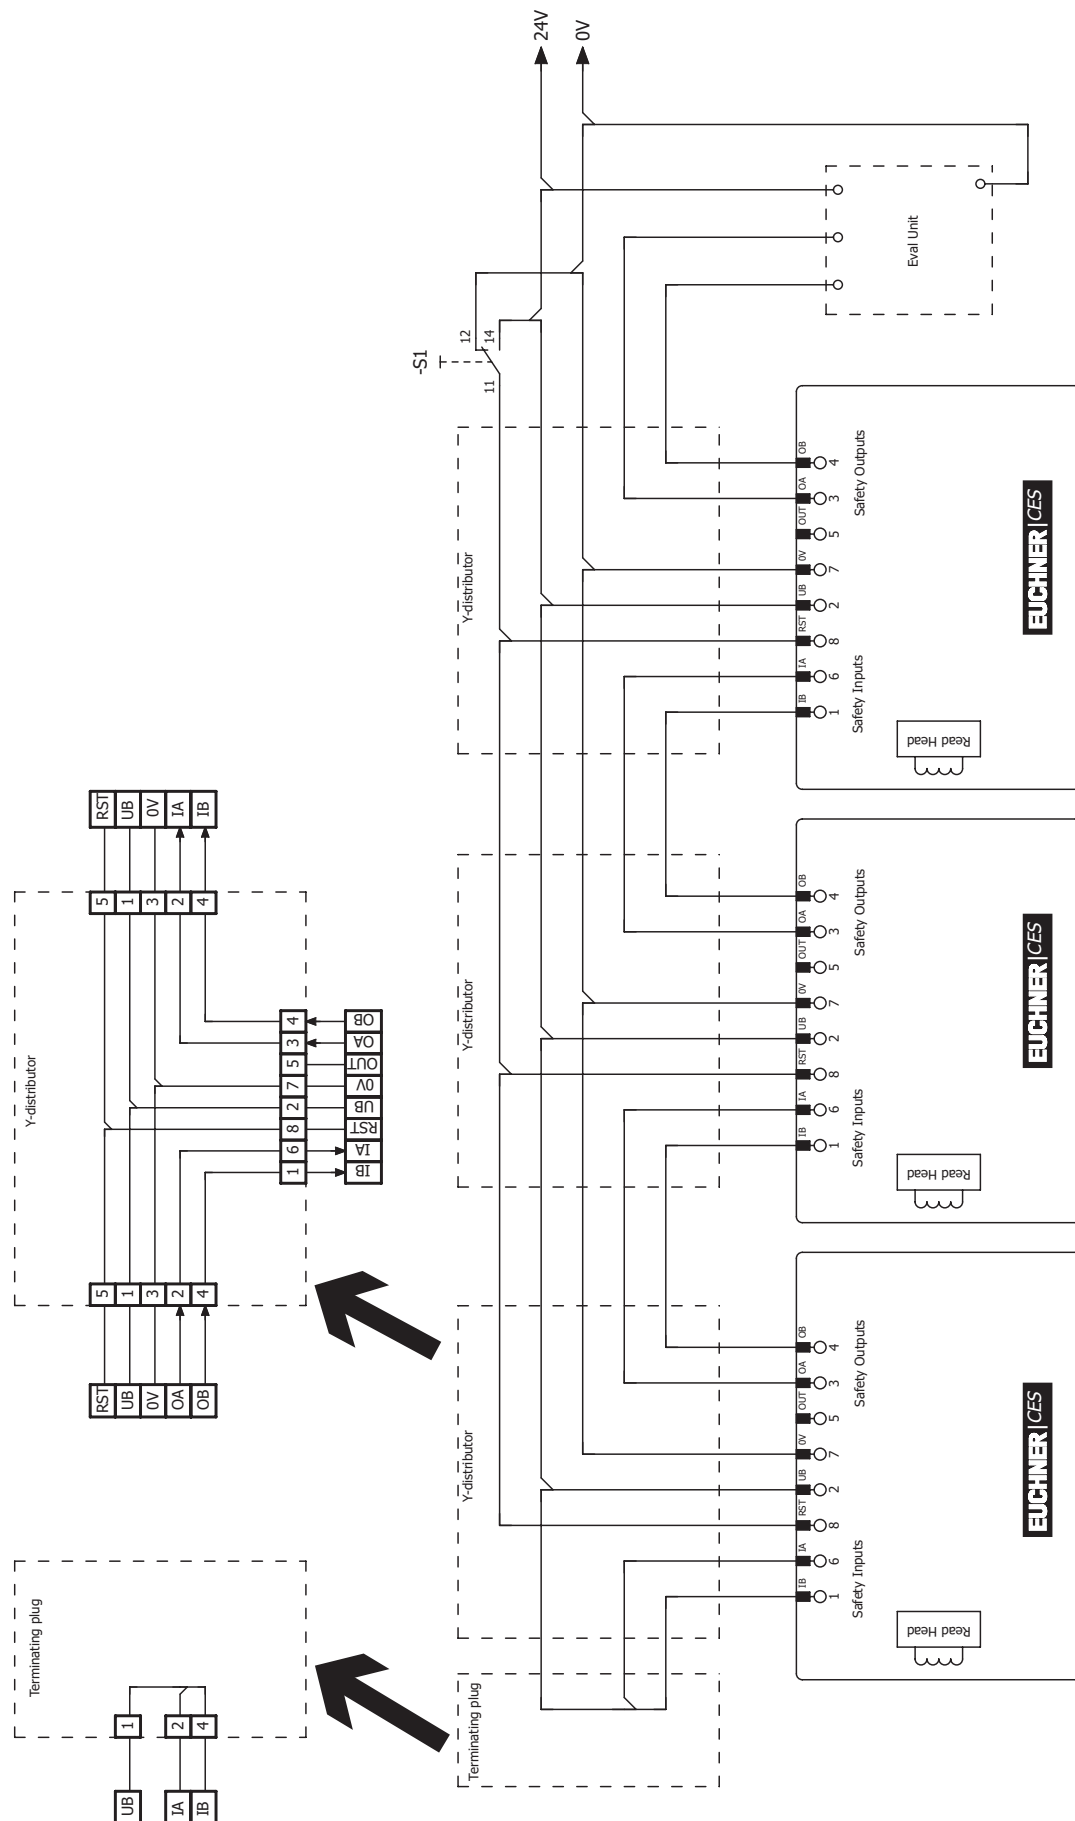

Fig. 4: Esempio di collegamento in serie con reset e deviatore
- › Si dovrà utilizzare un segnale comune per tutti i finecorsa di una catena. Questo potrebbe provenire da un deviatore oppure dall'uscita di un sistema di controllo. Un pulsante, in questo caso, non è idoneo poiché durante l'esercizio il reset deve sempre essere applicato a GND (vedi finecorsa S1 alla *Fig. 4 a pagina 20*).
Perché questo sia possibile, l'ingresso RST deve essere collegato come illustrato alla Fig. 4 a pagina 20.